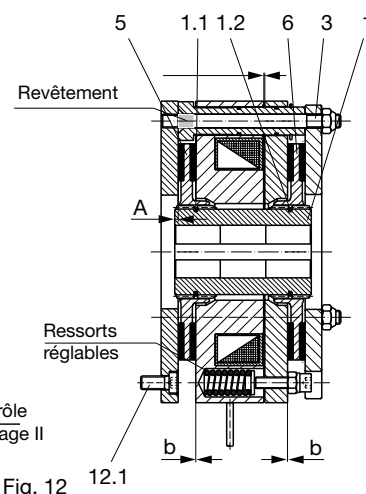

Fig. 12
- ❑ Respecter la cote „A“ (fig. 12).
1. Monter le moyeu complet (1) sur l'arbre comme indiqué fig. 12. **Respecter la cote „A“ selon la fig. 12.** Veiller à ce que la clavette porte sur toute sa longueur et fixer axialement (par ex. avec un circlip).
2. Selon les cas, monter le flasque (12) à l'aide des vis à tête cylindrique (12.1). (Respecter le couple de serrage).
3. Glisser à la main le rotor 1 (5) sur le moyeu (1) par dessus les joints toriques (1.1 et 1.2) en exerçant une légère pression. (L'épaule du rotor se situe à l'opposé de la paroi de la machine ou du flasque). Le rotor doit coulisser librement sur la denture. Ne pas endommager les joints toriques.
4. Visser à la main les goujons filetés (3) **côté filetage enrobé**, jusqu'au revêtement (limite d'insertion) dans les trous de fixation du frein (paroi de la machine), ou jusqu'en butée dans le flasque. (Fixer à la LOCTITE 243).
5. Glisser le porte-bobine (2) sur les goujons filetés (3).
6. Placer à la main le rotor 2 (6) sur le moyeu (1) en exerçant une légère pression (par dessus le joint torique (1.2)). (L'épaule du rotor se situe du côté de la paroi de la machine ou du flasque.) Le rotor doit coulisser librement sur la denture. Ne pas endommager le joint torique.
7. Glisser le flasque de freinage (16) sur les goujons filetés (3).
8. A l'aide des écrous hexagonaux (4), fixer le frein uniformément **avec une clé dynamométrique. Respecter le couple de serrage.**